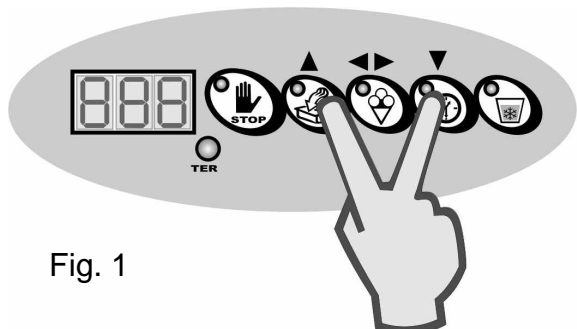
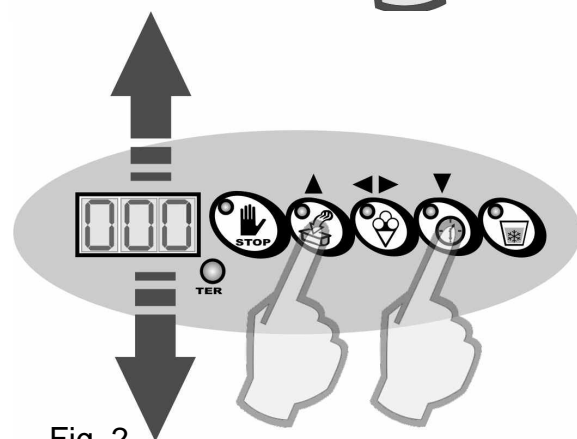

Fig. 1
Fig. 2
3. Con la máquina en STOP, presione y mantenga presionados simultáneamente las teclas "UP" y "DOWN" hasta que aparezca la pantalla de selección de la contraseña (fig. 1). Introduzca la contraseña aumentando o disminuyendo los valores mediante las teclas UP y DOWN (FIG.2); luego presione CONFIRMACIÓN para convalidar la contraseña introducida. Si desconoce la contraseña, contacte con el servicio de asistencia de Frigomat.
5. Si no desea aportar ninguna modificación al valor del paso seleccionado, presione la tecla "UP" para acceder directamente al paso siguiente. (fig. 2)